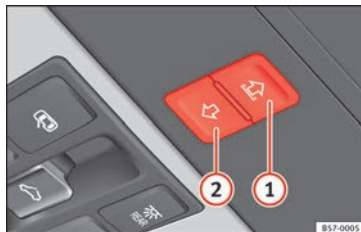

Fig. 135 Nel rivestimento interno del tetto: tasti della tendina parasole.
I tasti » **fig. 135** **(1)** e **(2)** presentano due livelli. Nel primo livello è possibile aprire o chiudere la tendina parasole, completamente o parzialmente.
- *Tendina parasole:* prima che siano trascorsi 5 secondi dall'attivazione della pilotaggio, premere il tasto » » fig. 135 ② finché la tendina non si sarà chiusa completamente.